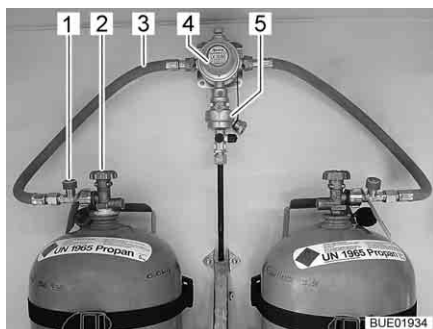
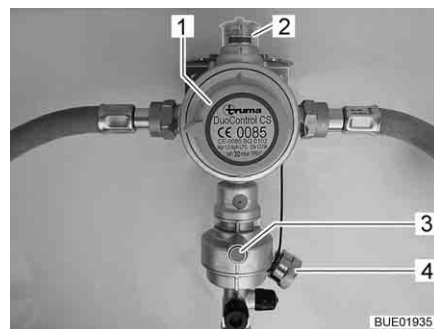
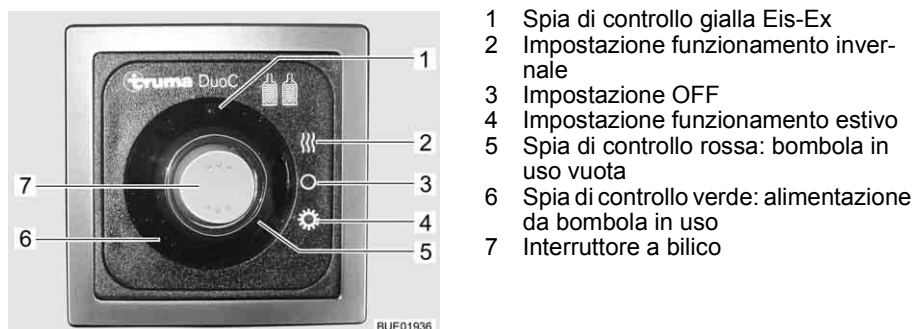

Fig. 98 Bombole del gas con DuoControl
Fig. 99 Impianto di regolazione DuoControl
Fig. 100 Centralina di controllo (DuoControl)
L'impianto di regolazione DuoControl consiste in una valvola di commutazione (Fig. 98,4) e un sensore crash (Fig. 98,5). L'impianto di regolazione DuoControl è installato tra i tubi flessibili del gas (Fig. 98,3) con un dispositivo antirottura del tubo flessibile (Fig. 98,1). Con la manopola (Fig. 99,1) sulla valvola di commutazione è possibile stabilire quale delle bombole del gas viene utilizzata come bombola in uso e quale come bombola di riserva.
Nella finestra di controllo (Fig. 99,2) viene visualizzato lo stato del rifornimento di gas:
Il funzionamento con una sola bombola del gas è consentito, ma in questi casi il collegamento aperto deve essere assolutamente chiuso con una copertura cieca (Fig. 99,4).
Sensore crash Il sensore crash blocca l'alimentazione del gas in caso di forti vibrazioni (es. incidente). Il sensore crash viene azionato mediante pressione del tasto reset verde (Fig. 99,3).
Dispositivo antirottura del tubo flessibile Il dispositivo antirottura del tubo flessibile (Fig. 98,1) blocca il flusso di gas quando il tubo flessibile collegato si rompe. Il dispositivo antirottura del tubo flessibile deve essere attivato premendo il tasto verde.
Centralina di controllo Tramite la centralina di controllo (Fig. 100) è possibile attivare e disattivare l'alimentazione del gas tramite l'impianto di regolazione DuoControl. Le valvole principali di arresto (Fig. 98,2) delle bombole del gas e i rubinetti di arresto del gas degli apparecchi devono essere aperti manualmente.
È possibile passare dal funzionamento estivo a quello invernale tramite l'interruttore a bilico (Fig. 100,7) della centralina di controllo.
Le due spie di controllo sulla centralina di controllo indicano il livello di riempimento della bombola in uso. Quando la spia di controllo verde (Fig. 100,6) è accesa, la bombola in uso è sufficientemente piena. Se è accesa la spia di controllo rossa (Fig. 100,5), la bombola in uso è vuota. Il rifornimento di gas avviene poi tramite la bombola di riserva.
- Con la manopola (Fig. 99,1) sulla valvola di commutazione selezionare la bombola del gas, da cui proviene la principale alimentazione del gas (bombola in uso). Girare la manopola fino all'arresto.
- Aprire le valvole principali di arresto (Fig. 98,2) delle bombole del gas.
- Premere il tasto verde del dispositivo antirottura del tubo flessibile (Fig. 98,1). Nella finestra di controllo (Fig. 99,2) viene visualizzato il simbolo verde.
- Sulla centralina di controllo (Fig. 100) attivare l'impianto di regolazione DuoControl. Posizionare l'interruttore a bilico (Fig. 100,7) su funzionamento invernale (Fig. 100,2) oppure su funzionamento estivo (Fig. 100,4). La spia di controllo gialla Eis-Ex (Fig. 100,1) si accende quando si seleziona il funzionamento invernale.
- Portare l'interruttore a bilico (Fig. 100,7) nella posizione OFF (Fig. 100,3). Le spie di controllo si spengono.
- Chiudere le valvole principali di arresto (Fig. 98,2) delle bombole del gas.
Se la spia di controllo verde (Fig. 100,6) si spegne durante il funzionamento e la spia di controllo rossa (Fig. 100,5) si accende, significa che la bombola in uso è vuota e deve essere sostituita. Nella finestra di controllo (Fig. 99,2) viene visualizzato il simbolo rosso. La bombola di riserva continua ad alimentare le utenze a gas.
- Ruotare di mezzo giro la manopola (Fig. 99,1) in direzione della bombola del gas utilizzata. In questo modo questa bombola del gas ora è la bombola in uso, mentre la bombola del gas vuota diventa la bombola di riserva. Il simbolo nella finestra di controllo (Fig. 99,2) passa da rosso a verde.
- Chiudere la valvola principale di arresto (Fig. 98,2) della bombola del gas vuota. Osservare la direzione della freccia.
- Premere il tasto verde del dispositivo antirottura del tubo flessibile (Fig. 98,1).